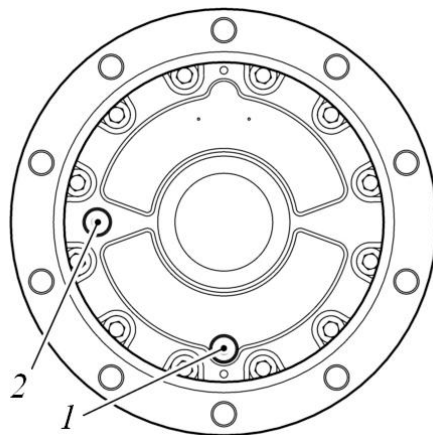

Рисунок 5.48. Процедура замены масла в бортовом редукторе (шаг 1)
- ▶ Двигая машину назад и вперед, установить редуктор в позицию, когда одно из отверстий находится вертикально снизу от центра редуктора, рис. 5.48.
- ▶ Выкрутить пробку 1, рис. 5.48 , нижнего отверстия.